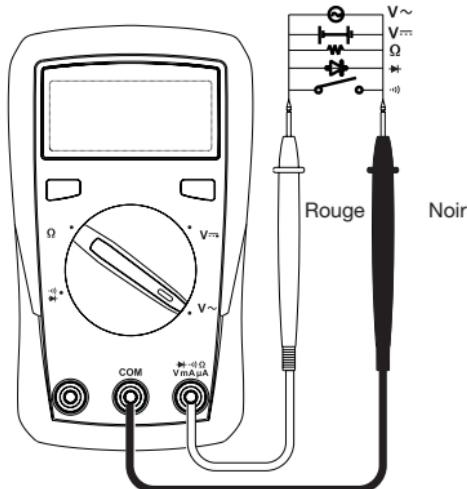

Fig. 2
1. Brancher le câble de mesure rouge au connecteur de mesure VmA μ A Ω et le câble de mesure noir au connecteur de mesure COM. Se reporter à la Fig. 2.
3. Brancher les deux pointes de touche à l'objet à mesurer. Lorsque la tension d'entrée (CC) est négative, un Moins s'affiche devant la valeur de mesure.
1. Brancher la fiche du câble de mesure noir dans le connecteur de mesure « COM » et la fiche du câble de mesure rouge au connecteur de mesure rouge « V/ Ω ». Se reporter à la Fig. 2.
Se reporter à la Fig. 2.
1. Brancher la fiche du câble de mesure noir au connecteur COM. Brancher la fiche du câble de mesure rouge au connecteur VmA μ A Ω . Se reporter à la Fig. 2